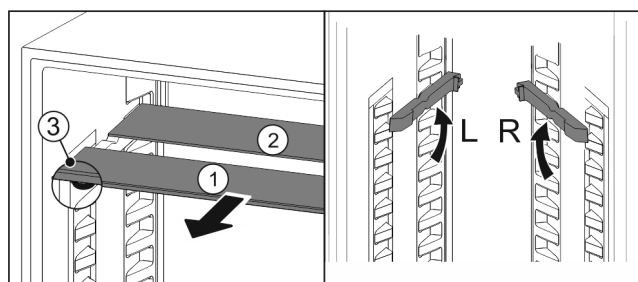

Fig. 103
- ▶ 将玻璃隔板逐个向前拉出 Fig. 103 (1)。
- ▷ 带装饰条的玻璃隔板 Fig. 103 (1)在前。
- ▷ 阻挡装置 Fig. 103 (3)指向下方。